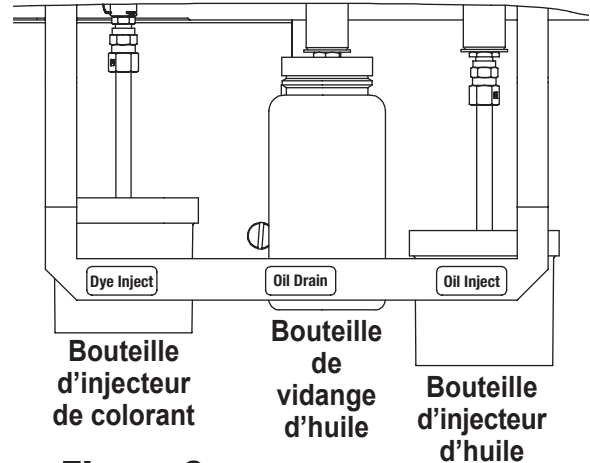

Figure 6
1. Videz la bouteille de vidange d'huile avant d'entamer une récupération. Retirez la bouteille de vidange d'huile de l'appareil en tirant celle-ci droit vers le bas depuis le connecteur magnétique - ne faites pas de mouvement rotatif ou basculant. Voir la Figure 6.